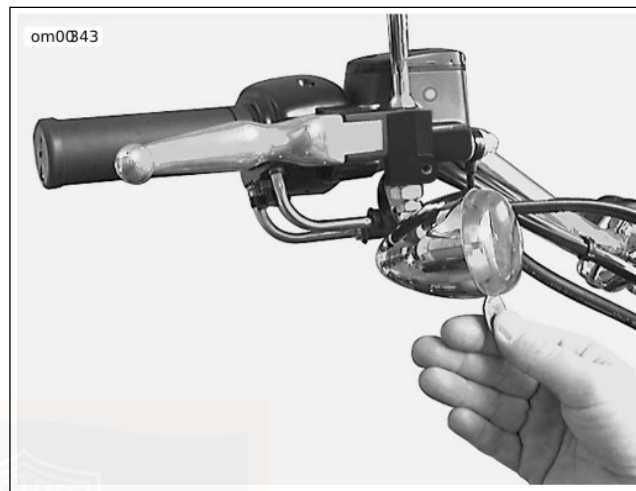

Figure 44. Encoche du capuchon de diffuseur
1. Voir la Figure 44. Pour accéder aux ampoules des feux de direction avant ou arrière afin de les remplacer, repérer l'emplacement d'une encoche sur le capuchon du diffuseur du feu de direction.